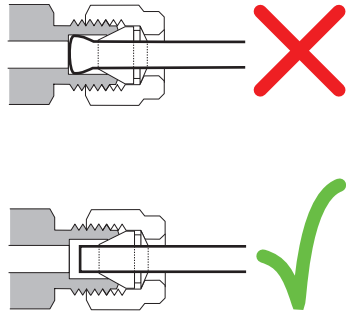

Figura 20. Conexão concluída
- 9 As conexões acopladas correta e incorretamente são mostradas na **Figura 20**. Observe que a extremidade da tubulação em uma conexão corretamente acoplada não é esmagada e não interfere com a ação das anilhas.